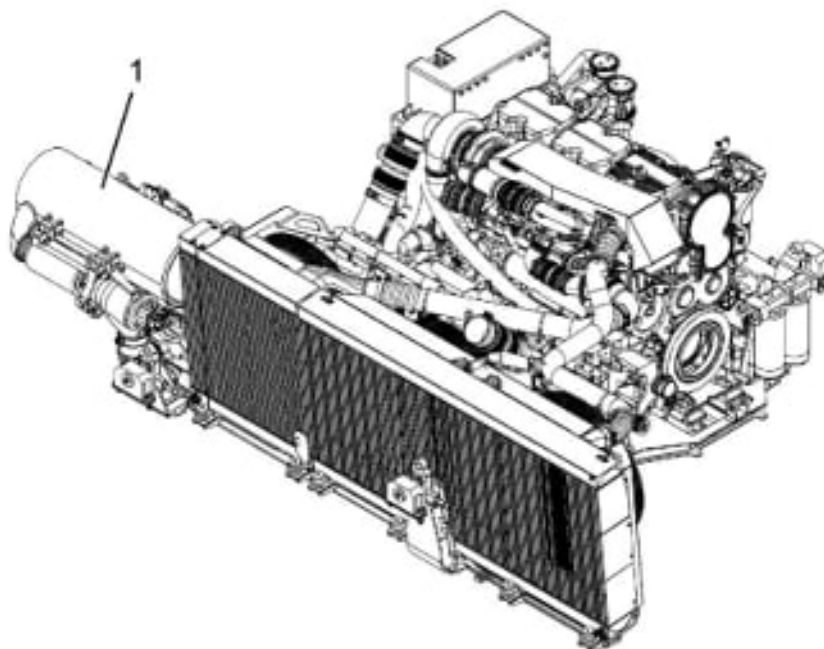

Abb. 17: Einbauort Clean Emission Module (CEM)
Das Clean Emission Module (CEM), siehe Abb. 17 (1) ist im Antriebsmodul (Power Pack) integriert. Der Abgasaustritt befindet sich auf dem Fahrzeugdach.